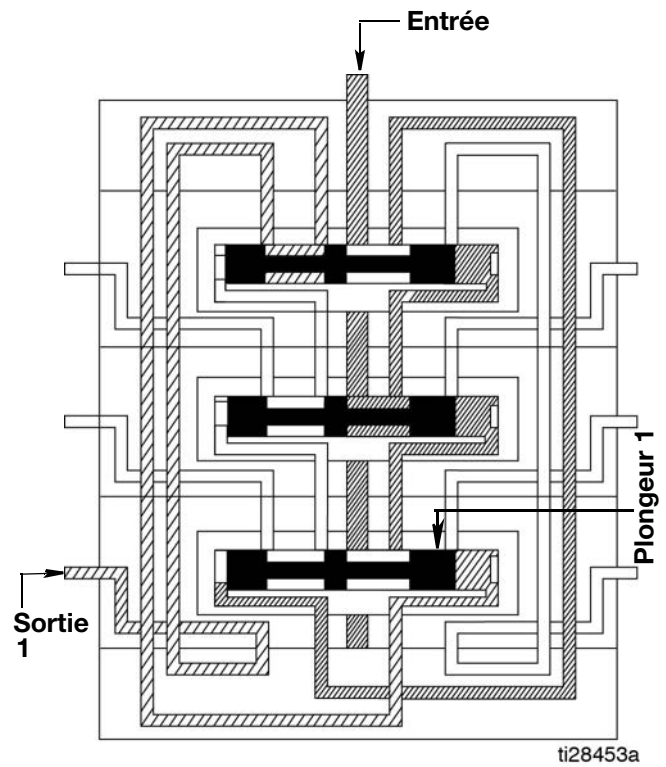

FIG. 10
3. Le plongeur 1 s'ouvre en fournissant du lubrifiant à la sortie 1 (Fig. 10).